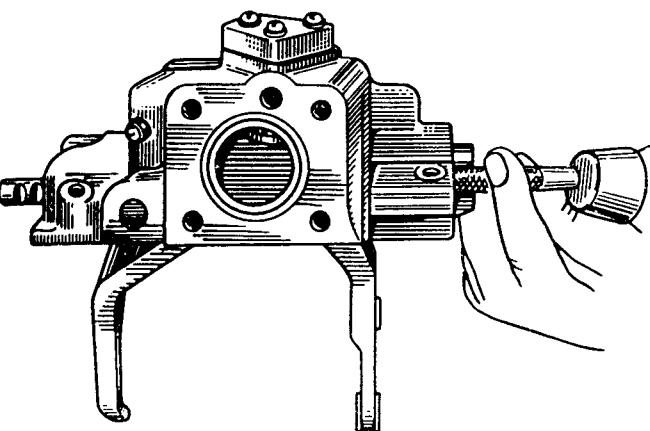

Bild 88. Auspressen der Gangschaltschienen
5. Schaltschienen (Bild 88) über die Bohrungen im Deckel, aus welchen die Verschlußstopfen entfernt wurden, austreiben und Gabeln herausnehmen. Beim Austreiben der Schaltschienen für den dritten und vierten Gang und den Rückwärtsgang hat man dafür zu sorgen, daß die Riegelkugel, die durch die Feder herausgestoßen wird, nicht verlorengeht.